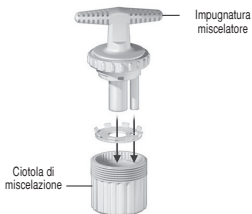

Figura 2: Miscelatore per cemento spinale CONFIDENCE 11 ml
- a. Aprire il sacchetto con cautela. Con la ciotola di miscelazione posizionata su una superficie piana, come mostrato in Figura 2, versare tutta la polvere nella ciotola di miscelazione CONFIDENCE.
- d. Tenendo la ciotola di miscelazione in posizione verticale indicata in Figura 2, avvitare l'impugnatura del miscelatore sulla ciotola di miscelazione e ruotare l'impugnatura per 20-30 secondi in senso orario e per 20-30 secondi in senso antiorario. Nota: è importante mantenere il miscelatore CONFIDENCE in posizione verticale durante l'intera procedura di miscelazione per garantire l'uniformità di miscelazione. Svitare e rimuovere l'impugnatura del miscelatore.